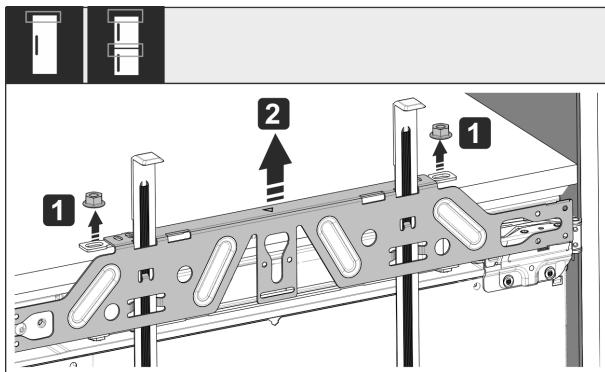

Fig. 54
- Soltar las contratuerzas Fig. 54 (1).
- Quitar el travesaño de fijación Fig. 54 (2).